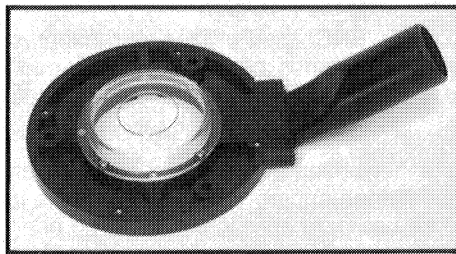

Fig. 3
2. Utilice dos tornillos No. 8-32 x 1/2" (del paquete de tornillería) para montar el conector de manguera en la base de aspiración (ver la Fig. 3).